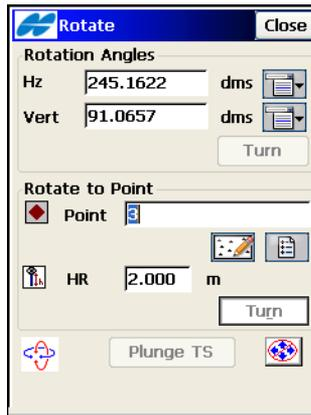

Abbildung 8-46. Drehen
4. Geben Sie die Drehwinkel im Fenster **Drehen** ein (Abbildung 8-46 auf Seite 8-45).